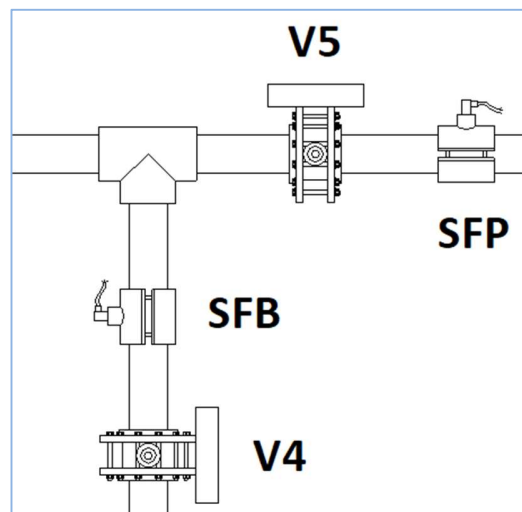

Figura 2.2. elementos KIT BYPASS PRECAPA PRO
- **El sistema se basa en añadir a un kit** bypass precapa dos sensores de flujo de paleta, (S.F.P. y S.F.B., **ver Figura 2.2**), y también se controlan mediante nuestros armarios de control.